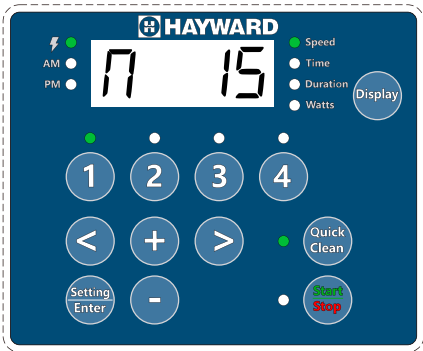

Рис. 8
- 2) Дважды нажмите кнопку Setting. Во время редактирования светодиодный индикатор параметра Duration будет мигать. **См. рис. 8.**